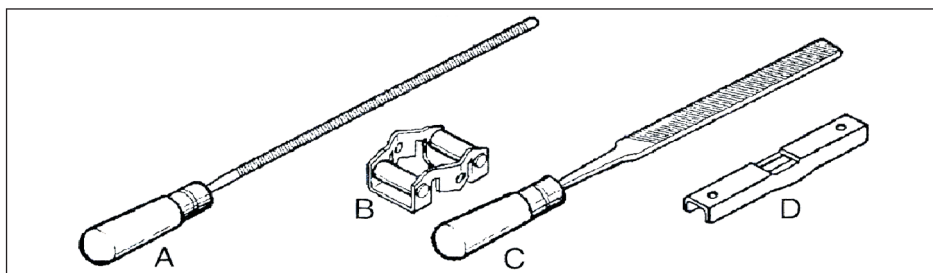

рис. 12
8.10.1 Для правильной заточки цепи необходимы следующие инструменты (рис. 12 - в комплект поставки не входят): круглый напильник **A**, шаблон **B**, плоский напильник **C** и шаблон ограничителя глубины **D**. Названный комплект должен соответствовать применяемой цепи. Руководство по заточке Вы найдёте на упаковке пильной цепи или комплекта для заточки. Проверка состояния коллектора. При длительном хранении коллектор покрывается окислами, что ухудшает коммутацию (сильное искрение между щетками и коллектором) и, как следствие, приводит к преждевременному выходу из строя якоря электродвигателя.